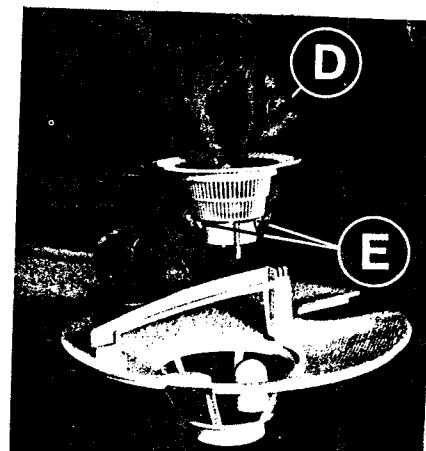

Fig. 33
- Enlever le conduit de décharge D, poussant sur les deux clayettes E (fig. 33)
ATTENTION - Certains modèles de lave-vaisselle sont fournis avec le filtre sans le conduit de vidange D, dans ce cas il ne faut pas effectuer l'opération indiquée en fig. 33. Les filtres doivent être nettoyés à l'eau courante avec une brosse dure.
- Remove the drain hose «D» by pressing on the two tangs «E» (fig. 33).
ATTENTION - Filter fitted on some dishwashers has not the «D» drain hose, therefore it has not to be removed according to fig. 33. Clean under running water with a hard brush. It is indispensable to carefully clean the filter according to the above mentioned indications in that the dishwasher absolutely can not operate with a clogged filter. It is also necessary to exactly replace the clean filter in order to prevent possible damage to the washing pump.
- Der Ablaufteil D durch Drücken auf die 2 Feder E (Abb. 33) herausziehen.
WICHTIG - Der Ablaufteil «D» ist im Filter von einigen Geschirrspülern nicht vorhanden. Deswegen muß er nicht zum Reinigen nach Abb. 33 herausgezogen werden.
- Togliere il condotto di scarico D, premendo sulle due linguette E (fig. 33).
ATTENZIONE - Esistono lavastoviglie con filtro senza il condotto di scarico D, pertanto non è necessaria l'operazione indicata nella fig. 33.